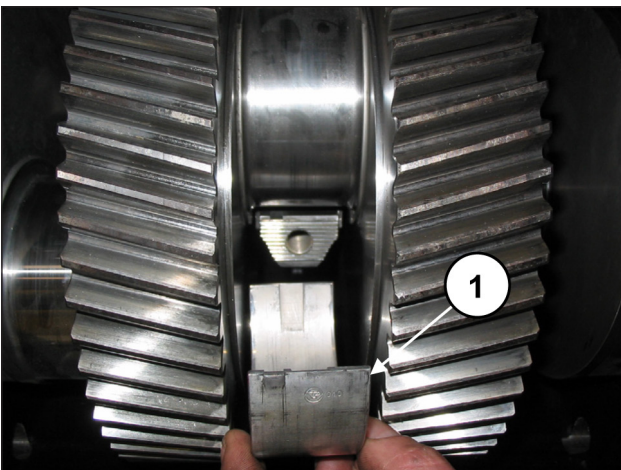

Fig. 81
Insérer les demi-coussinets supérieurs entre les bielles et le vilebrequin (rep. ①, Fig. 81).